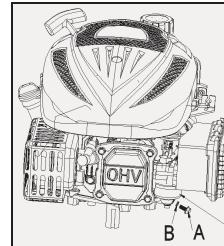
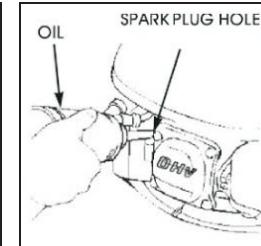

Fig. 13A
Fig. 13B
3. Nadat alle brandstof in de container is gelopen, installeer de aftapbout en sluitring opnieuw. Draai de aftapbout stevig aan. (zie Fig. 13A/Fig.13B)